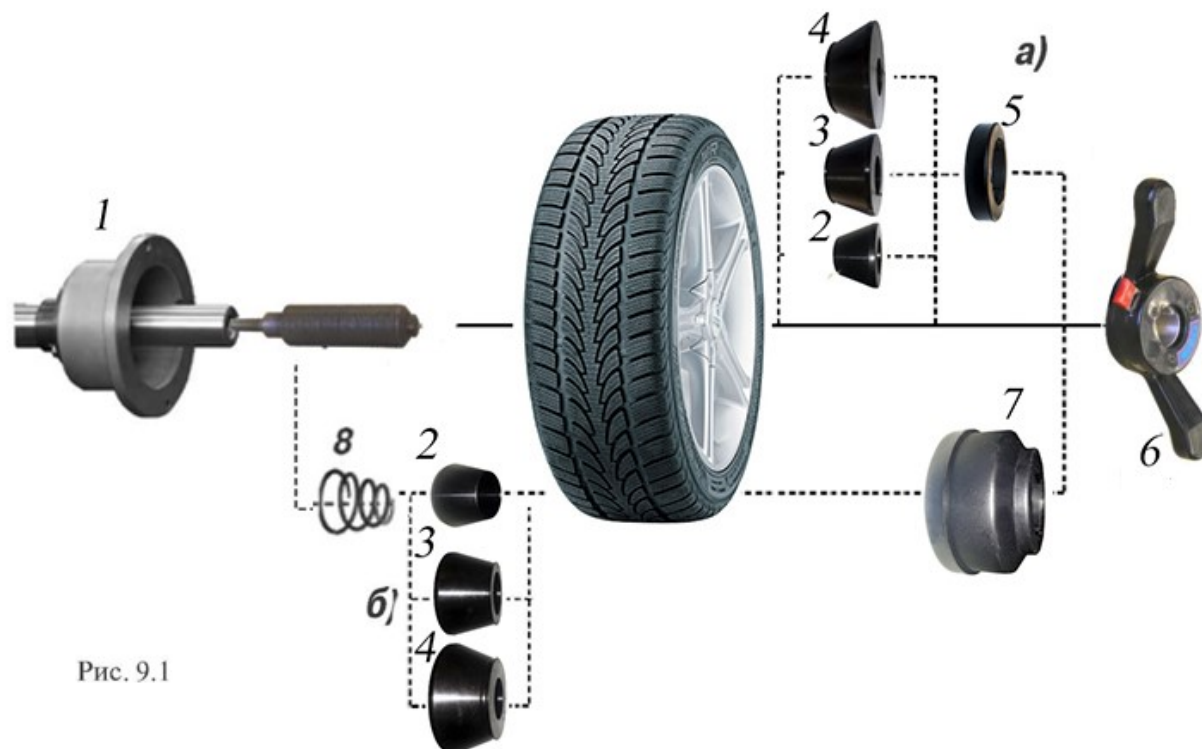

Рис. 9.1
9.2. Балансируемое колесо закрепляется на валу СБ за центральное отверстие диска с помощью конусов и быстросъемной гайки с раздвижными резьбовыми сухарями. В зависимости от конфигурации диска конус может быть установлен как с внешней стороны диска (вариант «а»), так и с внутренней (вариант «б») (см.рис. 9.1)
9.6. СБ оборудован педалью для ускорения установки колеса по (варианту «б») (см. рис. 9.1) Установите колесо на конус, установите быстросъемную гайку, нажмите два раза педаль, удерживая колесо и быстросъемную гайку. Вал СБ начнет вращаться, зажимая колесо, когда колесо будет зажато вращение вала остановиться. Окончательно затяните колесо быстросъемной гайкой вручную.